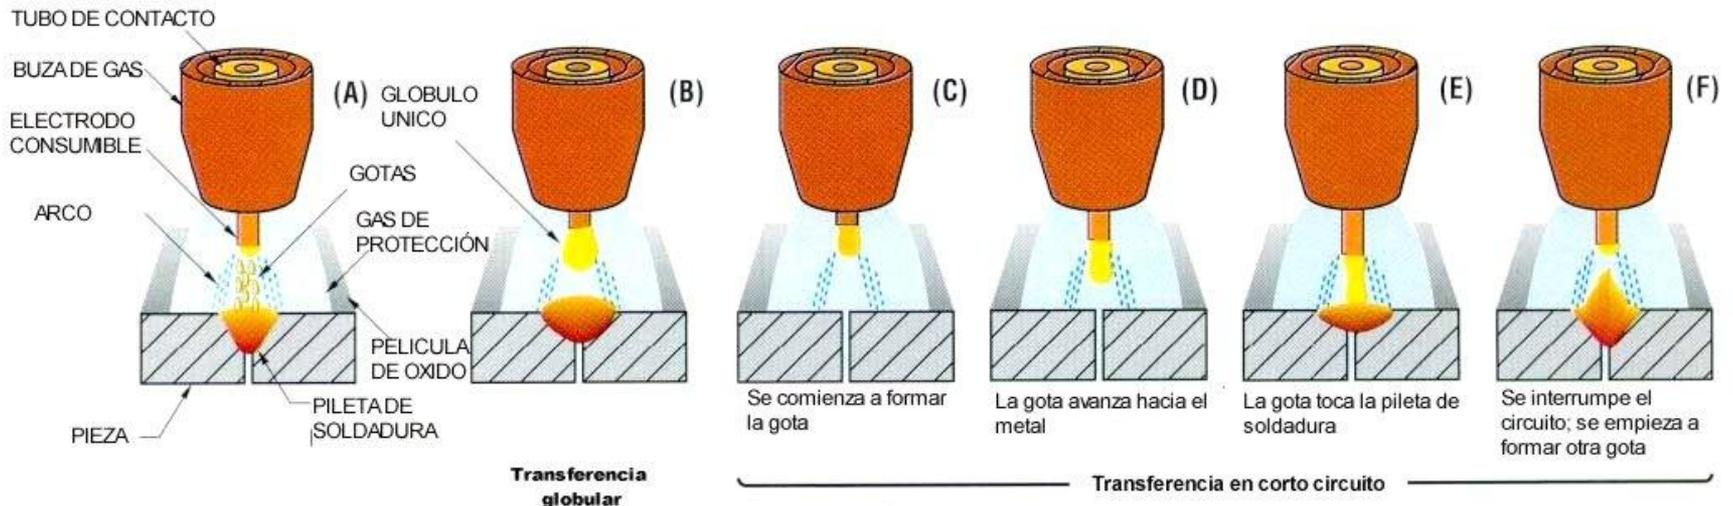

Figura 6.- Modos de Transferencia del Metal; (a) Spray, (b) Globular, y (c) Corto Circuito.
- ▶ La **Figura 6)** muestra tres de los cuatro métodos. Sus características son tan diferentes que es casi como si se tratara de cuatro procesos de soldadura distintos. Cada tipo específico tiene ventajas y limitaciones definidas que los hacen mejores para algunas aplicaciones y peores para otras.